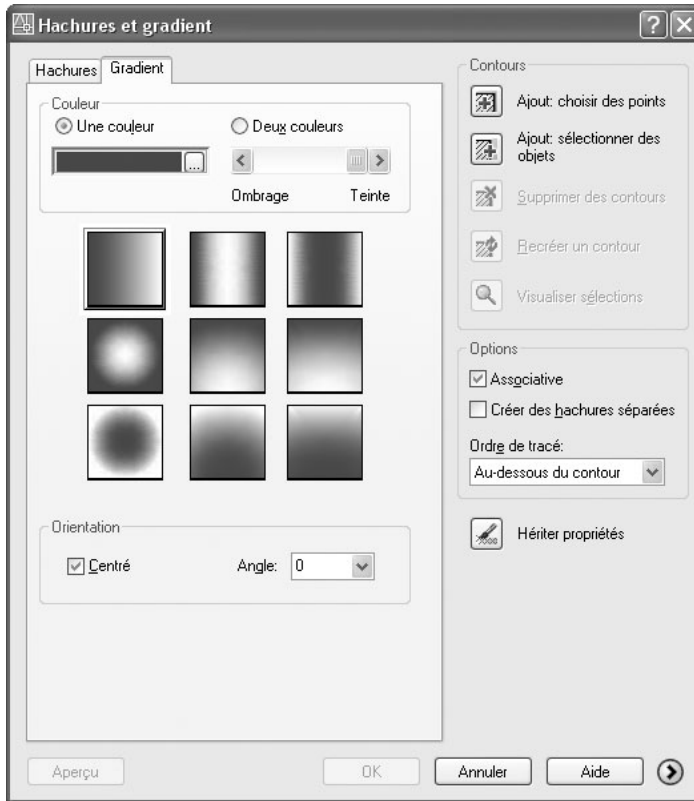

Fig.8.13
- 4 Sélectionner l'option **Une couleur** (One color) ou **Deux couleurs** (Two color) (fig.8.13).